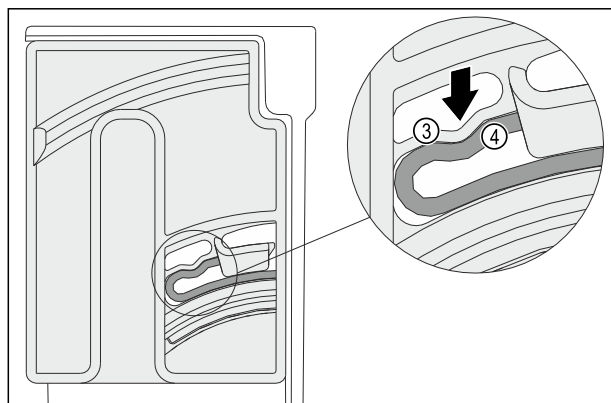

Fig. 115
- Еластичний елемент Fig. 115 (3) поворотного модуля зафіксується з характерним звуком у заокругленні ребра Fig. 115 (4).